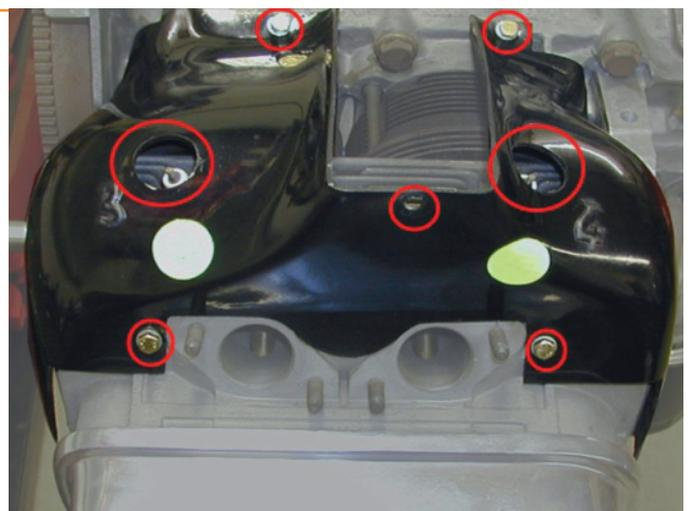

Fig.7
- When the desired position of the fan assembly has been found, the individual mounting holes can be marked and drilled to the cylinder covers. (Fig. 7 circular marks)
- Nun können Sie die individuellen Befestigungsbohrungen für Motorblock, Zylinderkopf und Gebläsekasten anzeichnen und bohren. (Fig. 7 die kreisförmigen Markierungen)
- After final positioning of the cylinder covers and final cut outs for the mounting bolts, the holes for the spark plug wires can be determined, marked and cut to the covers. (Fig. 7)
- Nach erfolgreicher Positionierung der Zylinderkühlmäntel und endgültigen Montage an deren Befestigungslochern, arbeiten Sie die Löcher für die Zündkerzenstecker aus. (Fig. 7)